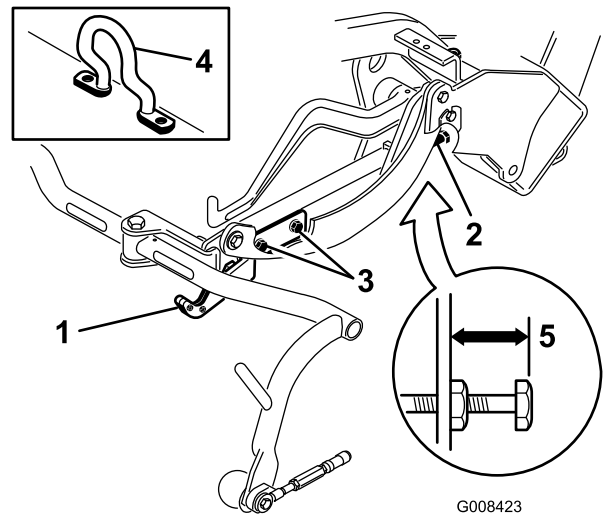
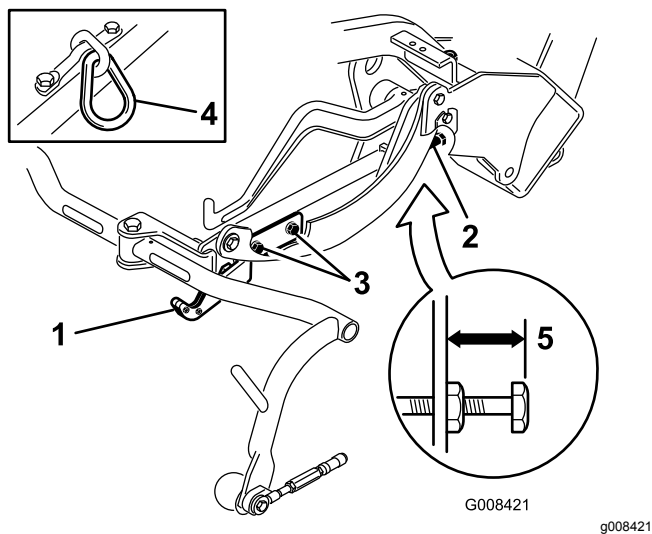
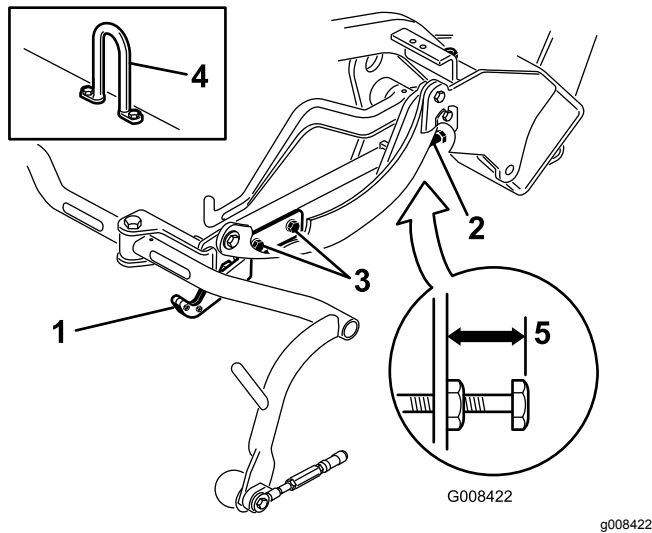

図 13
図 14
図 15
移動走行時の高さを調べ 図 14と図 15、必要に応じて調整する。
2. オフセット吊り下げフック 図 13、挿入図のついているカッティングユニットでは、キャリアフレーム調整ねじの上端からキャリアフレームの背面までの距離が 25 mm になっていることを確認する。距離が 25 mm でない場合には 手順 4 へ進む。
3. チェーンリンクまたはストレートリフトフック 図 14と図 15、挿入図のついているカッティングユニットでは、キャリアフレーム調整ねじの上端からキャリアフレームの背面までの距離が 22 mm になっていることを確認する。距離が 22 mm でない場合には 手順4 へ進む。オフセットリフトリンク 図 13のついているカッティングユニットの場合は、次のステップに進む。
4. 移動走行プレート取り付けねじをゆるめる図 14 と図 15 と図 13。
7. キャリアフレームの高さが同じでない場合には、キャリアフレーム調整ねじについてのジャムナットをゆるめる図 13と図 14と図 15。高くするにはねじを外方向にまわし、低くするには内方向にまわす。調整ができればジャムナットを締めて調整を固定する。